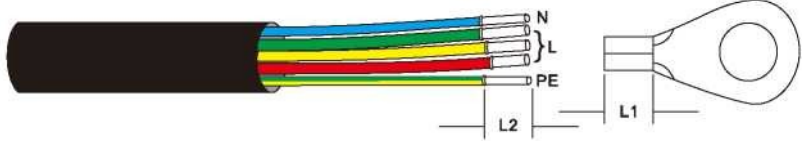

图 3.9 加工电缆线
1) 将交流电缆线外层绝缘护套剥开约 90mm, 将导线绝缘护套剥开, 使铜导体裸露 (如图 3.9 所示)。